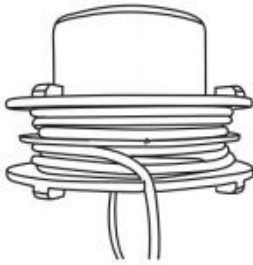

Fig. 67
4. Lämna till slut cirka 200 mm långa linor och stick in dem i skårorna för att hålla dem på plats. (Bild 67)